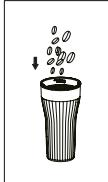

Рис. 5
- Поместите кофейные зерна в стакан шейкера (8) (рис. 5). Количество зерен не должно превышать 60 г.
- Поместите ингредиенты в стакан шейкера (8) (рис. 5). Убедитесь, что общий объем ингредиентов и жидкостей не превышает 0,6 л.